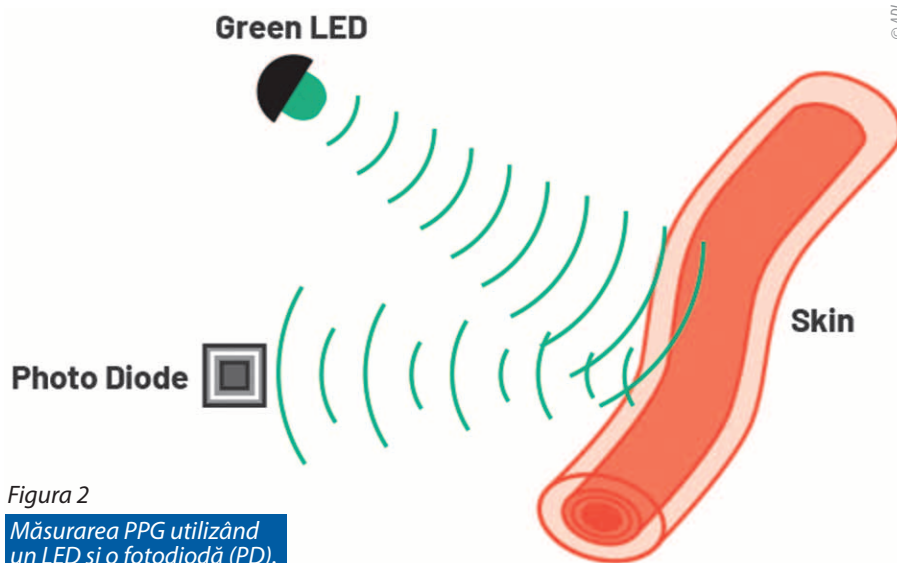

Figura 2
luminii reflectate de vasele de sânge aflate sub piele (figura 2) cu ajutorul unei fotodiode (PD) care generează un curent proporțional cu cantitatea de lumină primită. Semnalul de curent este condiționat de un circuit AFE (analog front end) PPG înainte de a fi convertit de un convertor ADC
Valorile din compartiment (figura 2) indică un comportament deviant: La 550 de secunde